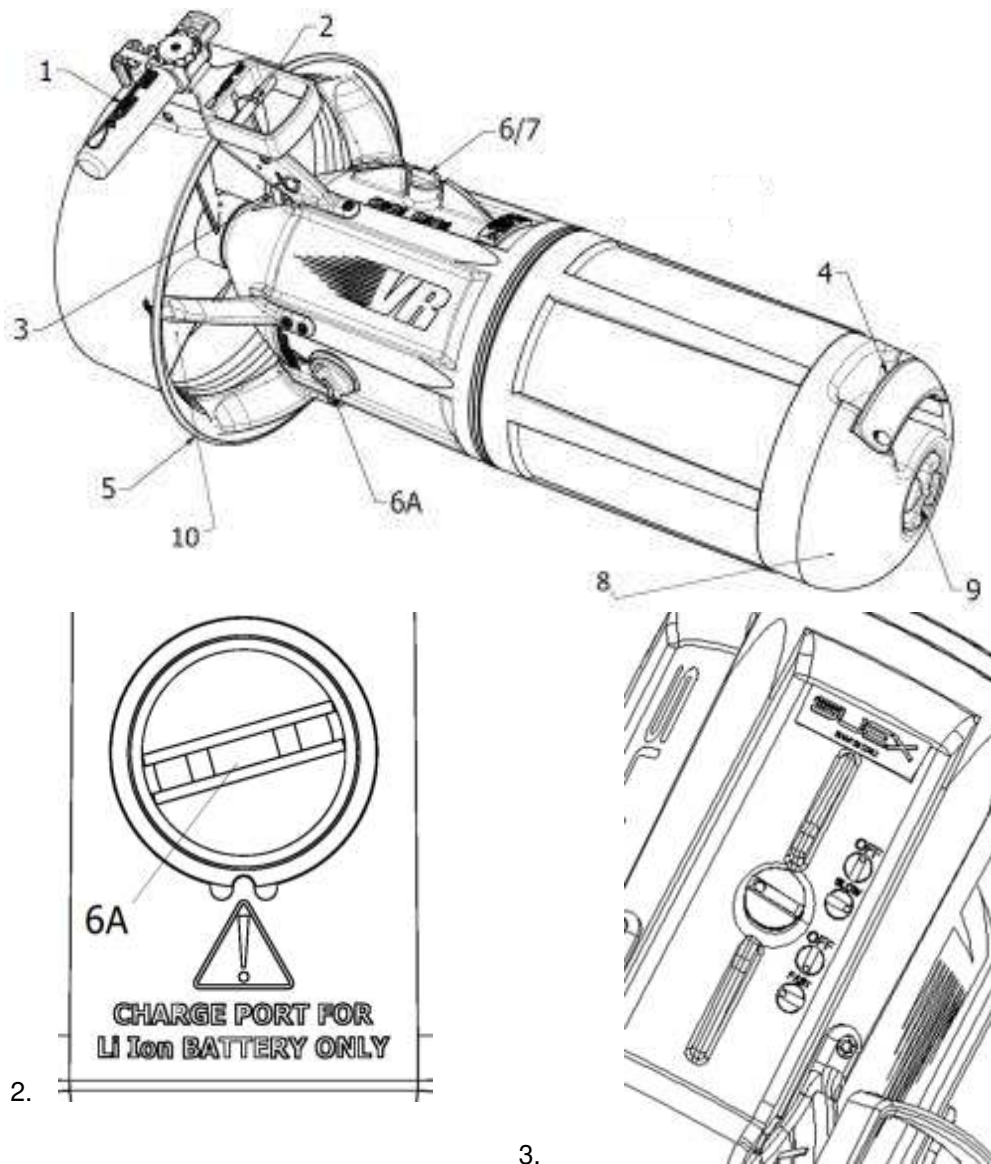

Fig.1
Lo SCOOTER subacqueo (VR-T: 71420 e VR-X: 71419) è costituito da un corpo cavo perfettamente ermetico, dalla forma idrodinamica, (fig.1), all'interno del quale sono alloggiati il motore elettrico, le batterie ricaricabili ed il riduttore di velocità necessari a muovere un'elica che fornisce una spinta propulsiva.
Frontalmente è presente una maniglia (4 - Fig.1) che viene utilizzata per la presa ed il sollevamento dello SCOOTER e la calotta di prua (8) la cui apertura dà accesso al vano batterie. L'apertura della calotta di prua è possibile ruotando in senso antiorario il volantino di chiusura (9)
- Ruotare l'interruttore principale in posizione ON (6 - Fig.1),
- Tenere lo SCOOTER tramite la maniglia (1),
- Premere il grilletto (2), lo SCOOTER inizia a muoversi,
Posizionare lo SCOOTER in verticale su una superficie piana appoggiandolo sul convogliatore di flusso (5 – Fig.1). Ruotare in senso antiorario il pomello di prua, (9). Ruotando il pomello la calotta (8) inizia a sollevarsi, continuare nella rotazione fino a quando la calotta non si è completamente staccata dal corpo principale.